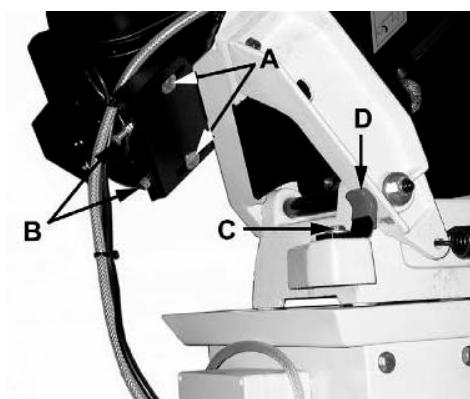

Рис. 7
Открутите шестигранные винты (A, Рис. 7).
Открутите шестигранные винты (С, Рис. 7) и снимите блокировку рычага пилы (D).